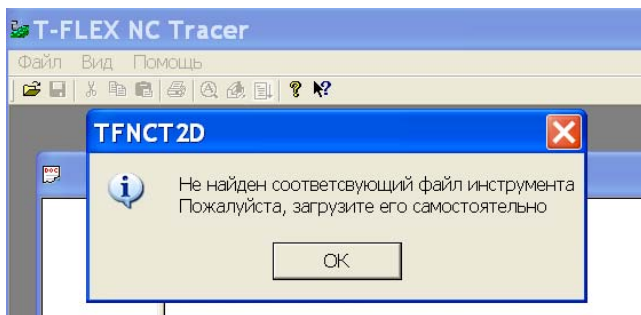

Рис. 109. Сообщение при отсутствии файла-инструмента
- если файл с инструментом не был создан, был сохранён в другую директорию или имеет имя отличное от названия файла с УП, будет выдаваться сообщение (рис. 109);